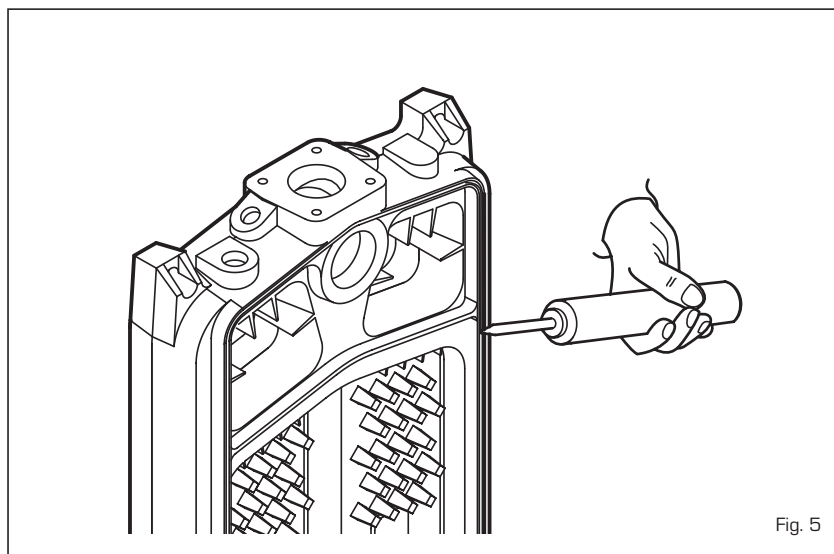

Fig. 5
- aplicar o cordão de silicone (fig. 5) na gola prevista para isolar os fumos da extremidade posterior;